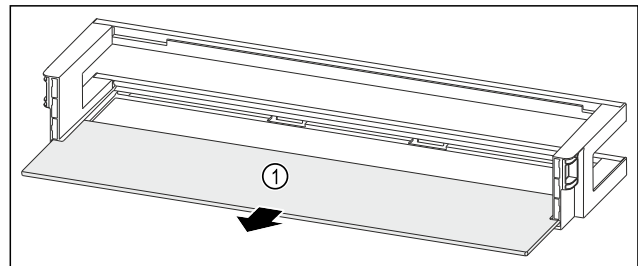

Fig. 118 Türabsteller mit Abstellfläche
- ▶ Abstellfläche Fig. 118 (1) entnehmen.